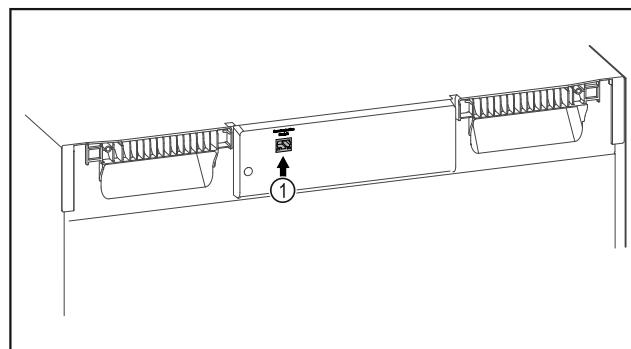

Fig. 98
SmartModule Fig. 98 (1) naudojamas.